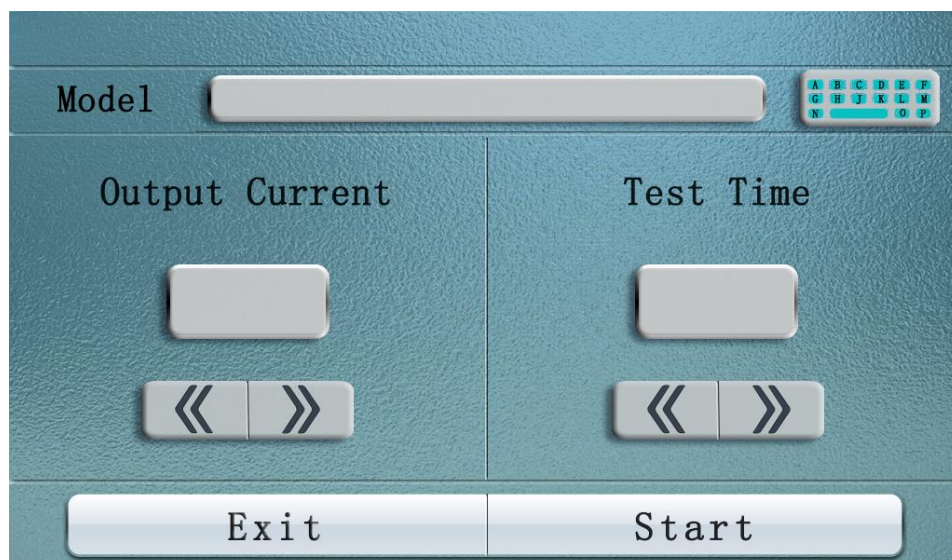

Figura 2
2. Pressione "Data test" para entrar na seguinte interface, como mostra na figura 2
1. Métodos de fiação: como mostrado na Figura 2, linha de teste especial da cor vermelho para vermelho, preto para preto, a linha de corrente mais grossa conectada firmemente com os parafusos correspondentes dos terminais I +, I - a linha de alimentação mais fina inserida no soquete V +, V -, dois grampos testados nas extremidades do produto